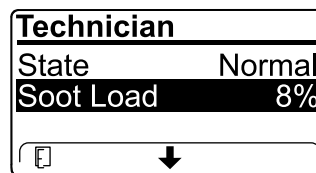

Рисунок 62
- Посмотрите объем сажи, измеряемый в виде процентов в DPF (Рисунок 62); см. таблицу объема сажи.